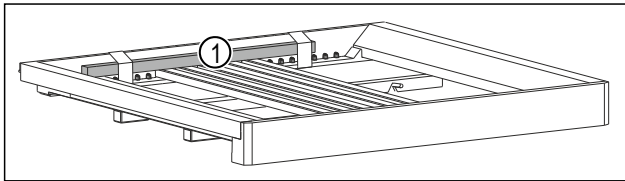

Fig. 3 *
- Houten staaf Fig. 3 (1) verwijderen.*